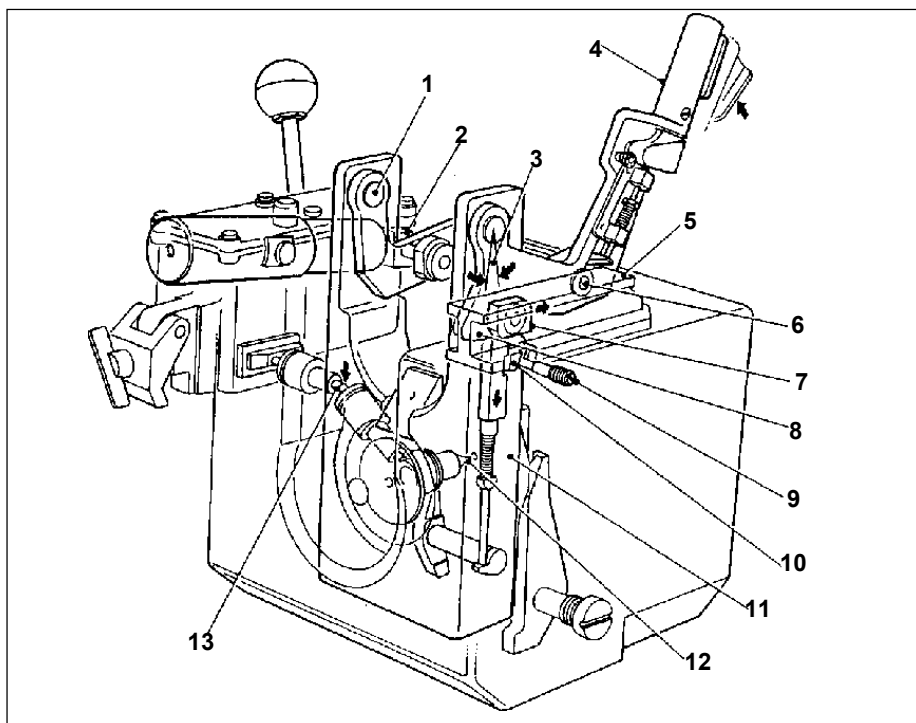
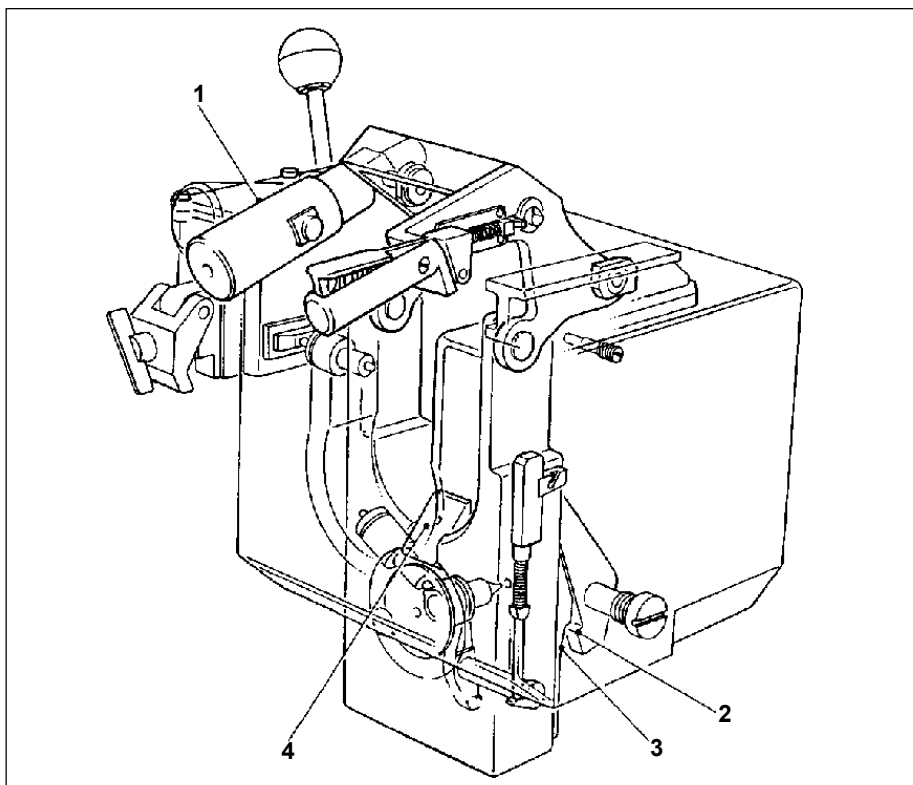

Fig 8-16. Iniciando a abertura
Fig 8-17. Mecanismo da culatra aberto
a. Para abrir a cunha (Fig 8-16)
(1) Segure o manete da alavanca de manobra (4), apertando seu retém. Isto fará com que retraia-se o mergulhador (6) que mantém a alavanca em seu alojamento.
(3) A rotação da alavanca de manejo causa a derrapagem do bloco esquerdo (2) (Fig 8-16) sobre a haste do compensador (1) (Fig 8-17). Isto proporciona o funcionamento do compensador, que, causa uma “parada mecânica” na continuação do movimento, evitando a queda brusca da cunha.
(4) Quando a cunha (11) (Fig 8-16) desce, seguem-se as seguinte fases:
(a) o contato elétrico da cunha move-se do contato elétrico da culatra (13) (Fig 8-16), ele irá perder seu contato continuamente.
(b) a face inclinada do trinco da haste de retração (10) (Fig 8-16) desloca o mesmo para dentro do rebaixo da haste de retração (8) (Fig 8-16), iniciando o movimento para baixo. Continuando o movimento, o trinco da haste de retração livra-se do seu suporte (parafuso) (8) (Fig 8-16) graças a fenda do trinco. Este movimento é possível graças ao alinhamento do rebaixo da haste com o trinco. O rebaixamento da haste ocasiona a colocação da agulha de ignição na sua posição mais recuada.
(c) (Fig 8-17) o retém da granada (4) entra em contato com a culatra, através da sua face chanfrada, retraindo-se. Os extratores são levados pelas guias da cunha, até que seus calcanhares (2) encontram a superfície inclinada da cunha (3). Neste ponto os extratores pivoteiam retirando o estojo da câmara. Os calcanhares encontram, no final das guias da cunha, os ressalto causando a ejeção do cartucho.